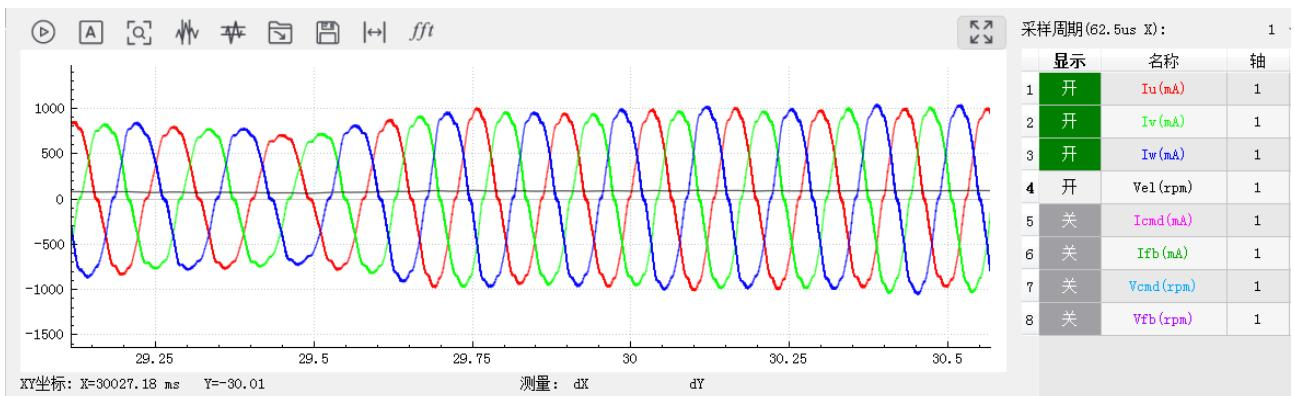
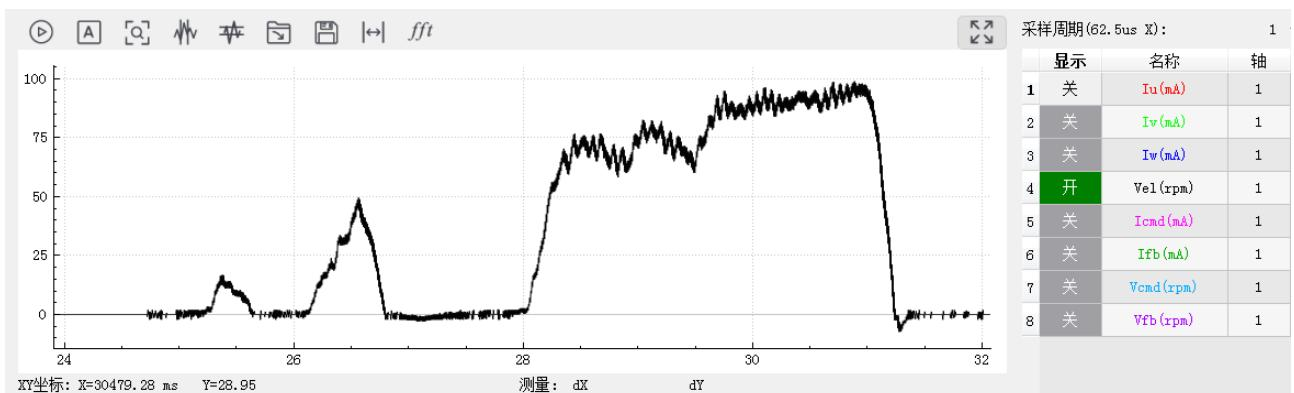

图 2.6 UVW 三相曲线图
图 2.7 测量速度曲线图
①按钮，开始采集曲线，再点击 使曲线自适应界面大小；在“模式”一栏，将需要调试的轴控制模式切换到“ADC 校正”，然后点击伺服按钮上伺服（**警告：如果调试轴运行时受重力影响，则在上伺服之前需有人配合托住当前调试轴，以防机械臂松抱闸时掉轴**）。正常情况下，如果电机带抱闸，会听到抱闸动作的声音，此时人为转动电机或者推动相应机械臂，调试软件会采集到曲线，曲线采集完成后下伺服，并点击 ②按钮停止曲线采集，最后点击 ③显示完整的曲线。如图 2.6， $I_U$ 、 $I_V$ 、 $I_W$ 三相曲线呈正弦交流规律，曲线相位相差  $120^\circ$ ，图 2.7，测量速度Vel非零，且曲线连续变化。（提示：观察多条曲线时，由于各曲线之间单位量度不一致，可能会导致看不清某些曲线变化趋势，此时先可关掉其他曲线，只留下需要观察的曲线，再点击 ④按钮即可）